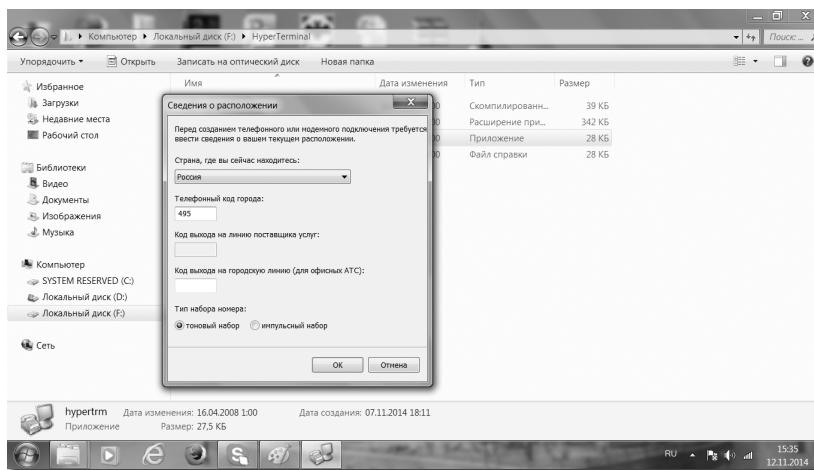

Рис. 18
4.3. Далее необходимо в появившемся окне заполнить телефонный код Вашего месторасположения. Остальные поля оставляем без изменений и нажимаем «OK» (рис. 18).